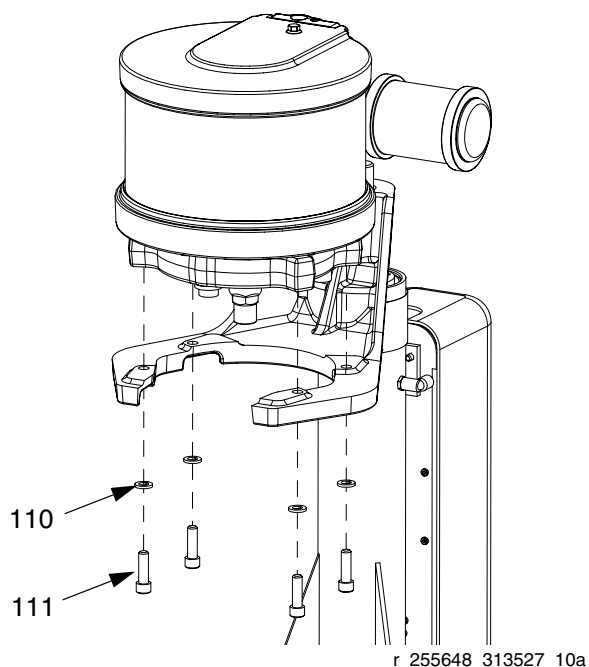

FIG. 27
1. Una el motor a la abrazadera de montaje con tornillos (111) y arandelas (110). Vea FIG. 27.